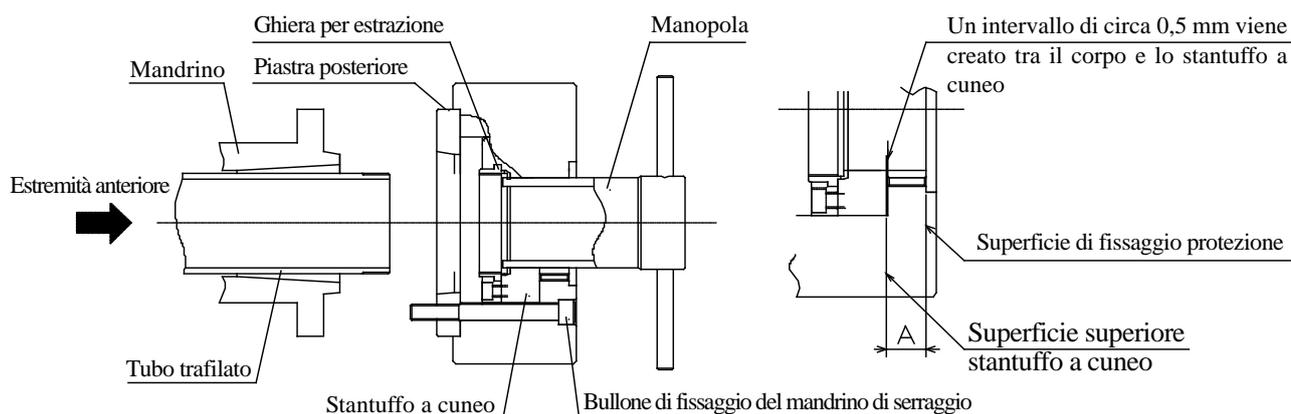

Figura 20
- La posizione appropriata dello stantuffo a cuneo sull'estremità più lontana del cilindro è indicata dalla dimensione A nella figura 20, che diviene come rappresentato nella tabella seguente.